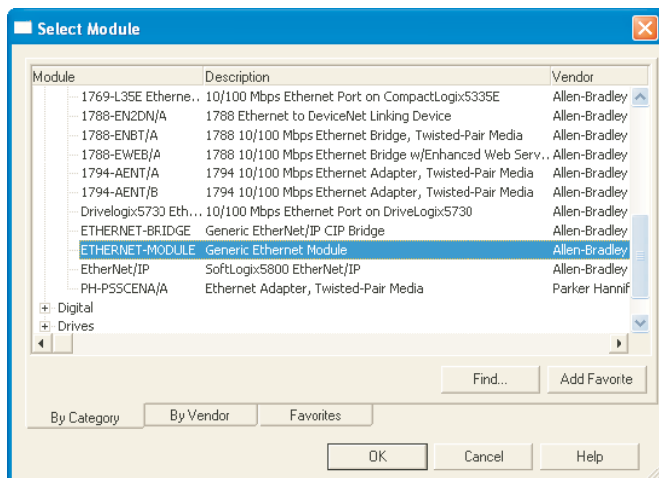

Abbildung 4.3.21n „Select Generic EtherNet Module“
3. Wenn nötig, verwenden Sie die Bildlaufleiste und klicken Sie auf „Generic EtherNet Module“ (Abbildung 4.3.21n). Bestätigen Sie dann mit „OK“ (oder Doppelklick auf das gewählte Objekt).